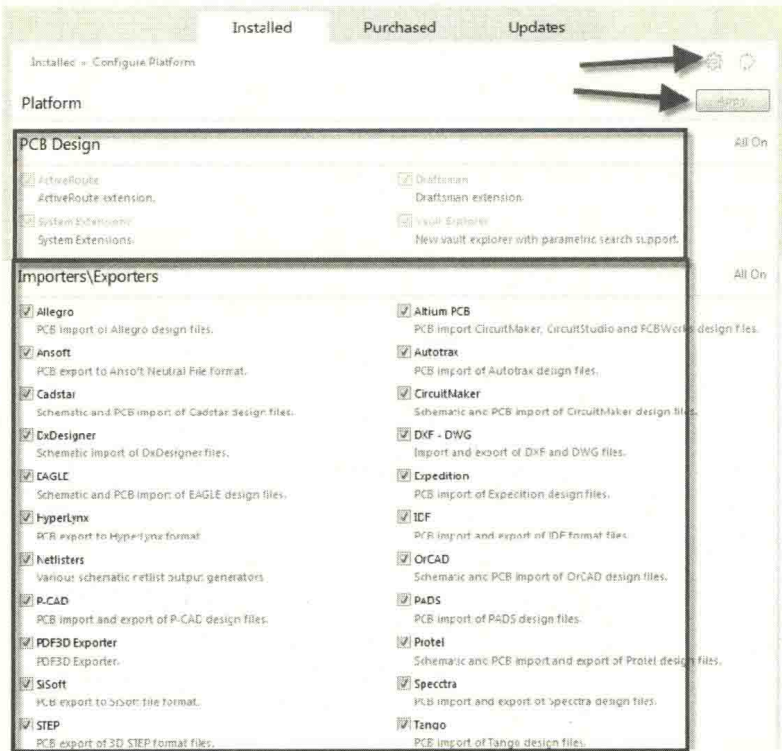

图 11-31 插件选择界面
(3) 单击右上角的 “Configure...” 按钮，进入如图 11-31 所示的插件选择界面，其中罗列出了很多相关的插件，如 DXF 导入导出、其他版本软件的转换等，可以在插件名称前面的框中进行勾选。